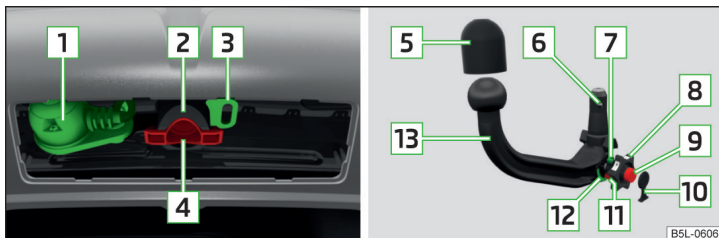

Fig. 143 Suportul dispozitivului de tractare / tija cuplei
Suportul dispozitivului de tractare și tija suplei sferice » fig. 143
- Scoateți masca pentru locașul de fixare **4** » fig. 143 la pagina 130 trăgând în jos.
- Puneți masca pentru locașul de fixare **4** » fig. 143 la pagina 130.